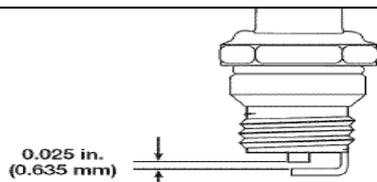

Рис. 25
3. Замените свечу зажигания при наличии трещин, дефектов или избыточного загрязнения. Отрегулируйте зазор до достижения значения в **0,025 дюйма (0,635 мм)** с помощью щупа (Рис. 25).